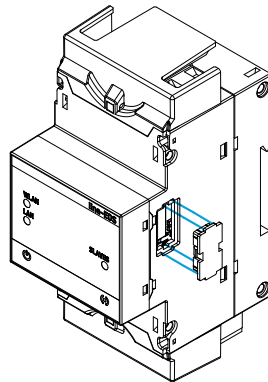

Figura 8: Instalación paso 1.
1.- Retirar las tapas protectoras del conector de expansión, que se encuentran en la parte lateral de los equipos, con un destornillador de punta plana (Figura 8).